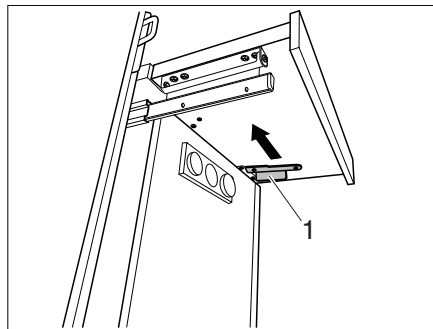

Fig. 121 Asegurar el ensanchamiento
- Empujar el bloqueo (Fig. 121,1) hacia delante. El ensanchamiento está asegurado.
- Soltar el bloqueo (Fig. 121,1).